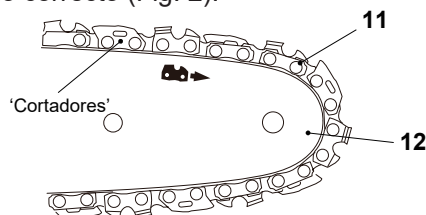

Fig. 2
3. Espalhe a corrente da serra (11) com os cantos de corte da corrente apontando na direção da rotação. Deslize a corrente da serra (11) para dentro da ranhura em torno da barra-guia (12). Certifique-se de que a corrente de serra (11) está instalada no sentido de rotação correcto (Fig. 2).